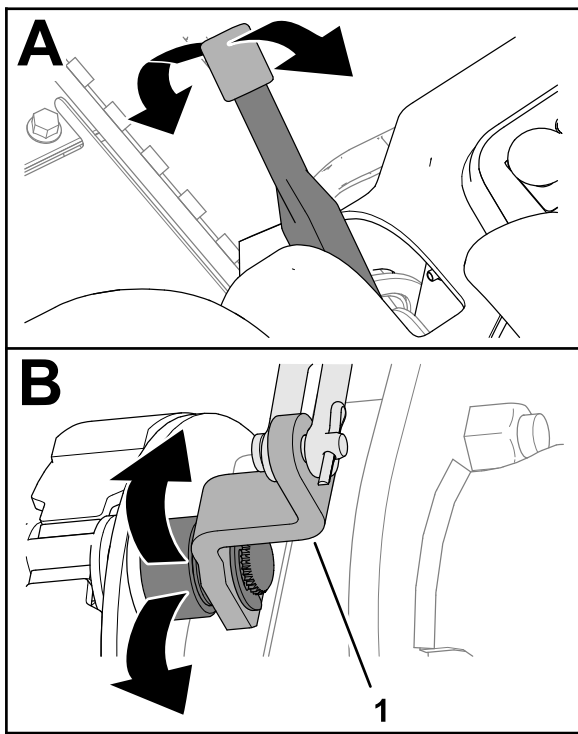

Figure 83
2. Levez ou abaissez le levier du frein de stationnement pour vérifier que le levier de came du frein peut bouger librement (Figure 83).